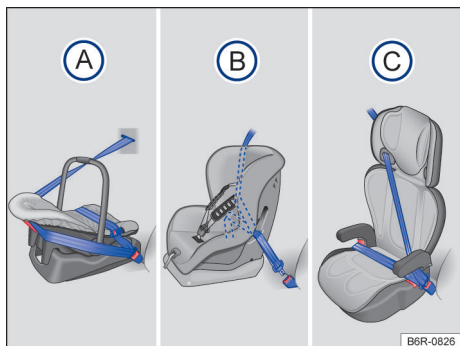

Fig. 33 As ilustrações (A), (B) e (C) mostram a fixação do sistema de retenção para crianças apenas com o cinto de segurança do veículo.
Tipos de cadeiras de criança → Fig. 33:
| Berço portátil ou bebê conforto | voltada para trás, conforme → Fig. 33 (A) | até 1 ano |
| Cadeirinha | voltada para frente, conforme → Fig. 33 (B) | superior a 1 ano e inferior ou igual a 4 anos |
| Assento de elevação | voltada para frente, conforme → Fig. 33 (C) | superior a 4 anos e inferior ou igual a 7,5 anos |